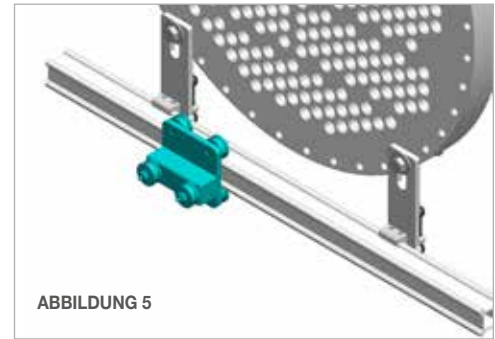

ABBILDUNG 5
5. Schieben Sie den **Tragrollenschlitten** auf die untere Schiene (ohne Schlitz). **(Abbildung 5)**